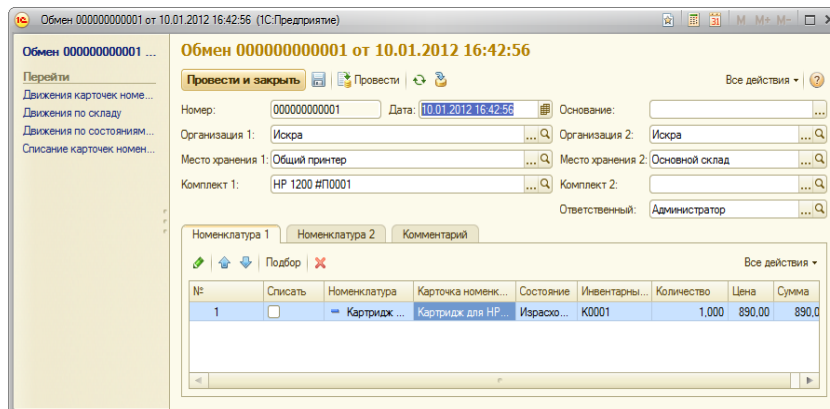

Рис. 4. Замена израсходованного картриджа
5. Когда тонер в установленном картридже закончится, необходимо сменить картридж на новый. Т.к. картридж имеется на месте склада, необходимо поменять закончившийся картридж на новый документом «Обмен» (рис. 4).